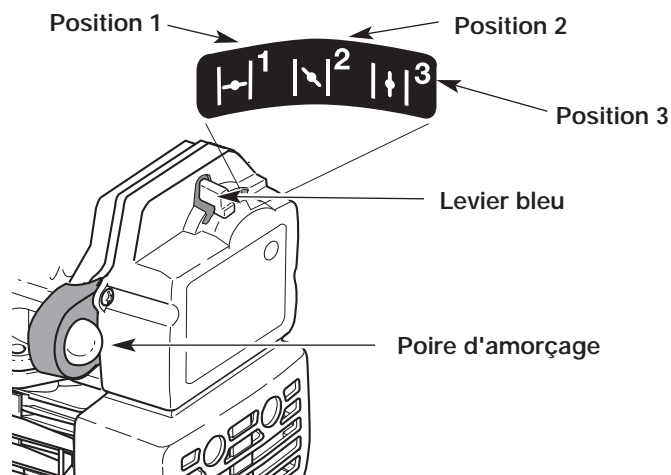

Fig. 7
3. Mettez le levier bleu en Position 1 (Fig. 7).
4. Pressez et relâchez la poire d'amorçage à 10 reprises, lentement. Une certaine quantité de **carburant devrait être visible dans la poire d'amorçage** et les conduites de carburant (Fig. 7). Si vous n'apercevez pas de carburant dans la poire, pressez et relâchez la poire autant de fois que nécessaire jusqu'à ce que vous aperceviez du carburant dans cette dernière.